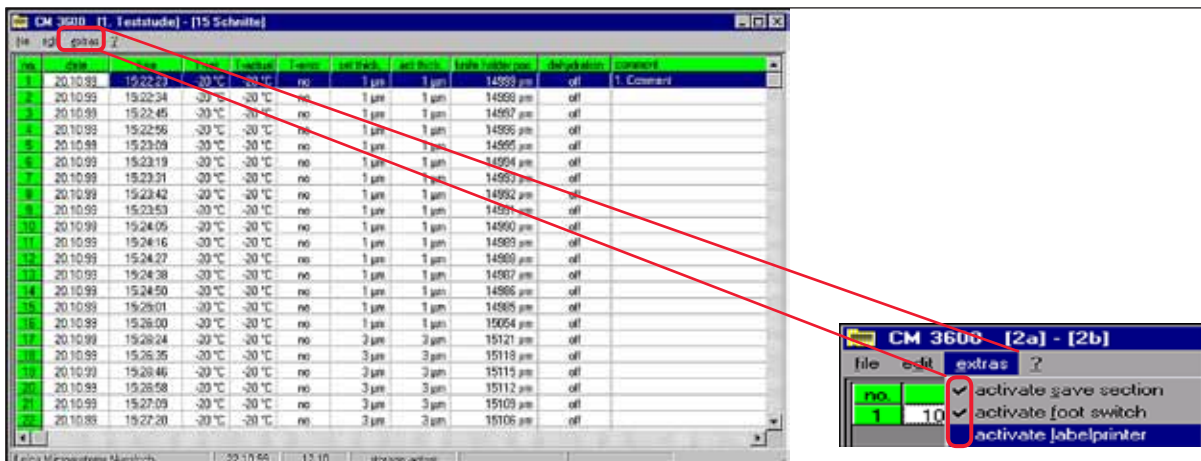

Fig. 86
- Una volta che la posizione di misurazione abbia raggiunto il valore di 100.000 µm, interrompere la registrazione del sezionamento (per disattivare la voce di menu **Save**, vedere (→ Fig. 86) sotto **Extras** (Extra) nello studio) e sostituire il portacoltello.